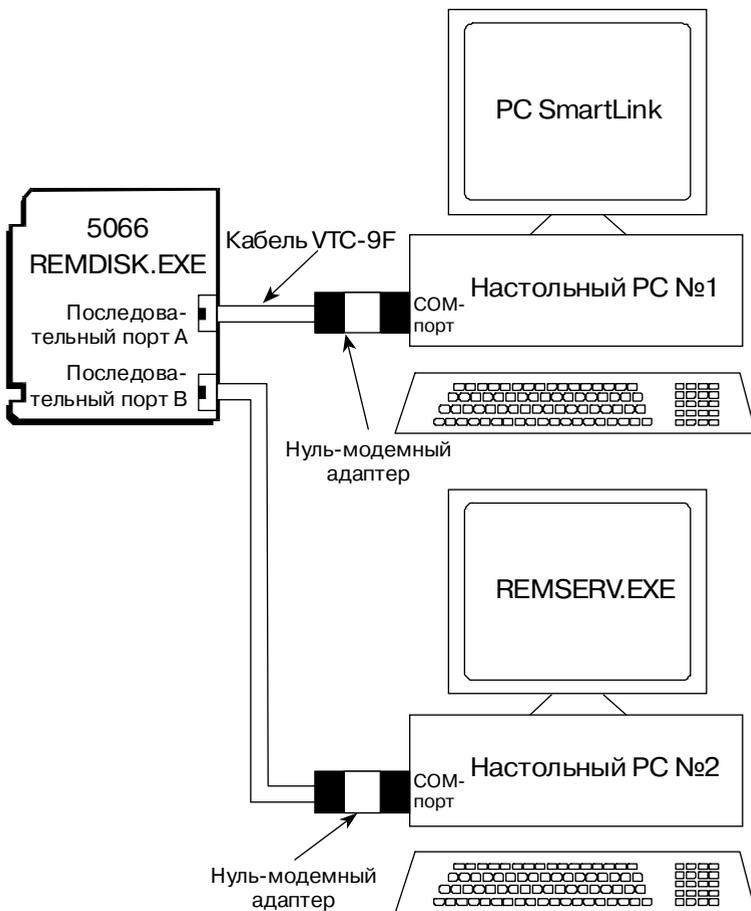

Рис. 11. Загрузка файлов согласно варианту 2
1. Выполните присоединения оборудования и загрузку соответствующего программного обеспечения для каждой системы согласно упрощенной схеме, приведенной на рис. 11.